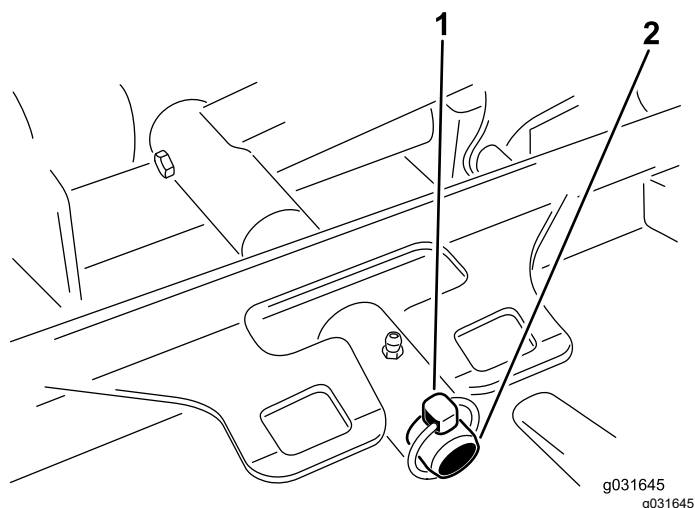

图 68
- 卸下将刀盘承载架固定至提升臂枢轴销的保险销或锁紧螺母图 68。
- 将刀盘承载架滑到提升臂枢轴销上并用保险销或锁紧螺母固定图 68。